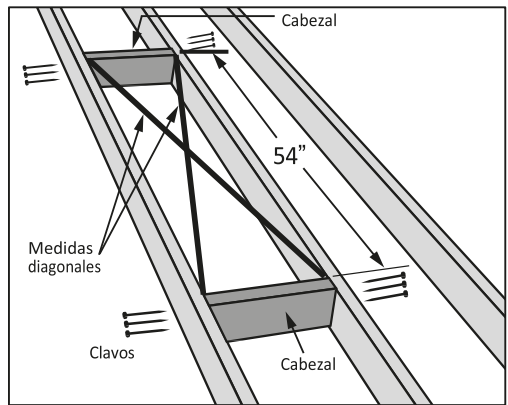

FIGURA 17
Haga la abertura en el techo del tamaño que se indica en la Tabla 1 asegurando que las dimensiones de las mediciones diagonales del marco son iguales como se ilustran en la Figura 17.
A. Para abertura sin necesidad de remover vigas del techo (Figura 17).
- Localizar los cabezales en la parte delantera y trasera de la abertura como se muestra en la Figura 17.
- Asegúrelo usando (3) clavos de 16d (aprox. 3 1/2" de largo) en cada extremo del cabezal